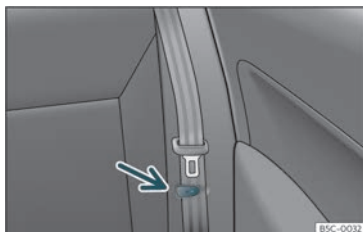

Fig. 105 Banco traseiro: pinça para fixar o cinto de segurança.
- Coloque os cintos de segurança laterais no suporte do revestimento»» **Fig. 105**.